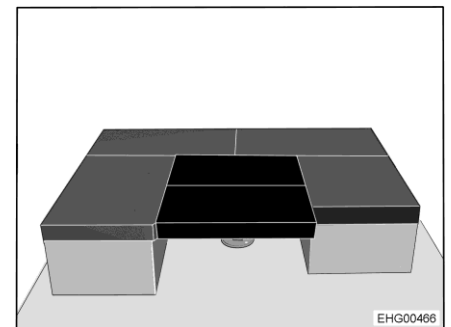

Fig. 105 Après la transformation
- Placer 2 coussins supplémentaires transversalement sur la table (voir Fig. 105).